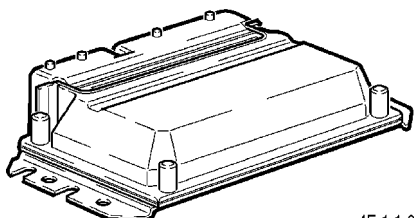
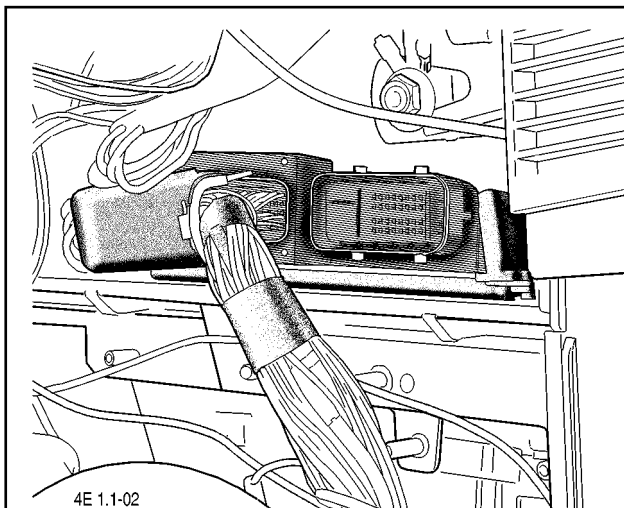

Рис. 1.1-01. Контроллер.
Рис. 1.1-02. Размещение контроллера
Контроллер (рис. 1.1-01) является центральным устройством системы управления двигателем. Он получает информацию от датчиков и управляет исполнительными механизмами, обеспечивая оптимальную работу двигателя при заданном уровне показателей автомобиля. Контроллер 1 расположен под консолью панели приборов и закреплен на кронштейне (рис. 1.1-02).
4. Отвернув гайки болтов крепления к кронштейну, снять контроллер (рис. 1.1-02).